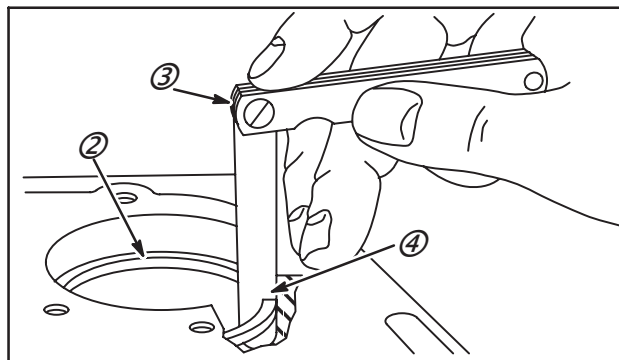

Fig. 6
1. Nettoyer la calamine des becs des vieux segments de piston (2) et de l'alésage.
3. Contrôler le jeu à la coupe avec jeu de cales (3), Fig. 6. Si le jeu (4) est supérieur à ce qui est indiqué dans le Tableau N°. 1, page 8, le segment doit être remplacé.